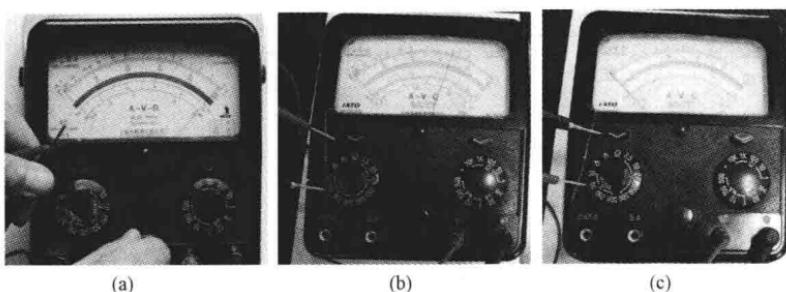

图 4-42 检测二极管的好坏
(1) 将万用表左边的转换开关置于 Ω 挡, 右边转换开关置于电阻挡的 $R \times 1k$ 或 $R \times 100$ 挡位, 进行欧姆调零, 如图 4-42 (a) 所示。
(2) 用万用表的红、黑两表笔分别接到二极管的两端进行测量, 观察指针读数, 如图 4-42 (b) 所示。
(3) 将红、黑表笔对调, 再分别接到二极管的两端进行测量, 观察指针读数, 如图 4-42 (c) 所示。